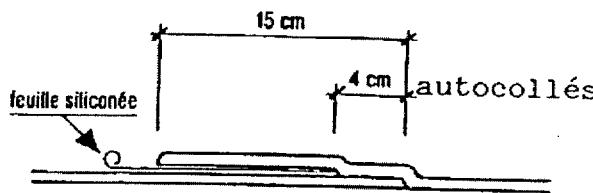

Figure 2b - Recouvrement transversal : auto collage
- ◆ 0,04 m sont auto collés (figure 2b) :